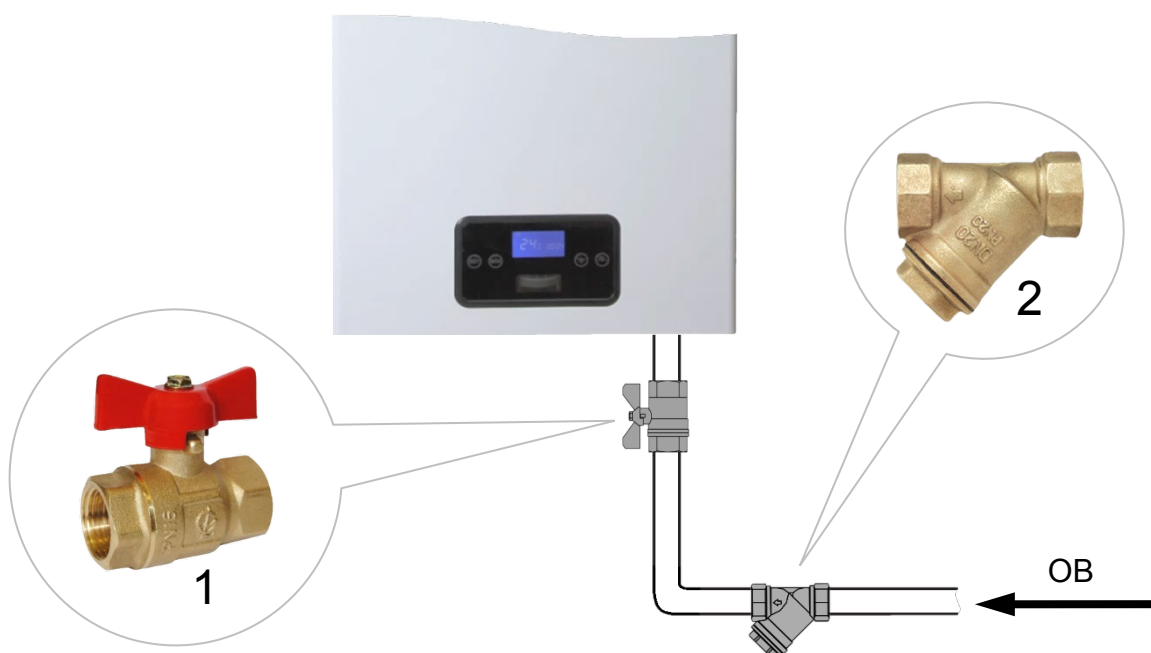

Рис. 20 Монтаж труб системы отопления и водоснабжения
- Для осуществления ТО котла, **рекомендуется** перед присоединительными патрубками котла установить (смонтировать) запорные краны, которые **должны** быть расположены так, чтобы их поворотные ручки были доступны (См. Рис. 20).
- **Настоятельно рекомендуется** на обратном трубопроводе СО, на входе ОВ в котёл установить косою сетчатый фильтр для очистки ОВ от нежелательных примесей и отложений (См. Рис. 20). Рекомендуется устанавливать фильтр с сеткой (фильтрующим элементом), у которой размеры ячеек 300-500 микрон.